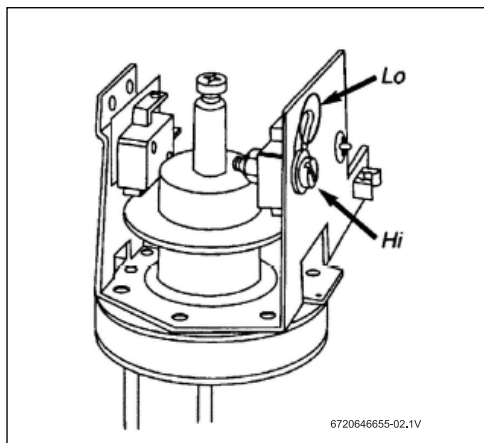

Fig. 5 Sélecteur d'alimentation
- ▶ Régler le sélecteur d'alimentation (Fig. 5 ) sur le réglage souhaité. S'il est réglé sur LO (Bas), une seule résistance fonctionne et la puissance sera diminuée de moitié. → Voir le Table 4 , page 7 pour connaître la hausse de la température selon le débit. Lorsque le sélecteur est réglé sur HI (Haut), les deux résistances fonctionnent et le débit sera à pleine puissance. Au moment du réglage du sélecteur d'alimentation, vérifier que la vis est bien vissée à fond jusqu'en butée.
Le sélecteur d'alimentation n'est pas vissé jusqu'en butée sur " HI "	Régler correctement le sélecteur sur " HI ", voir Fig. 5 .